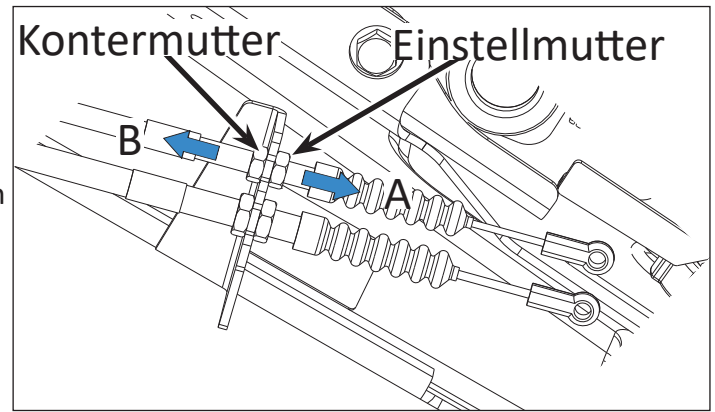

Abb. 21
- Wenn der Keilriemen durchrutscht, stellen Sie den Bowdenzug (Abb. 21) so ein, dass die Innenseele des Bowdenzugs sich anfängt zu bewegen.
- Wenn das Messer nicht innerhalb von 5 Sekunden stehen bleibt, so stellen Sie den Bowdenzug (Abb. 21) ein.